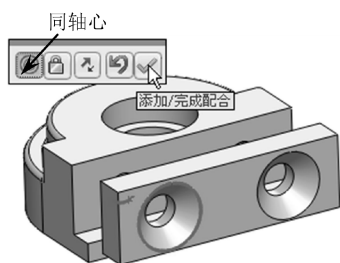

图 7-43 零部件的同轴心配合
- 06 随后钳口板自动与活动钳口孔对齐, 并弹出【标准配合】选项卡。在该选项卡中单击【添加/完成配合】按钮, 完成【同轴心】配合, 如图 7-43 所示。